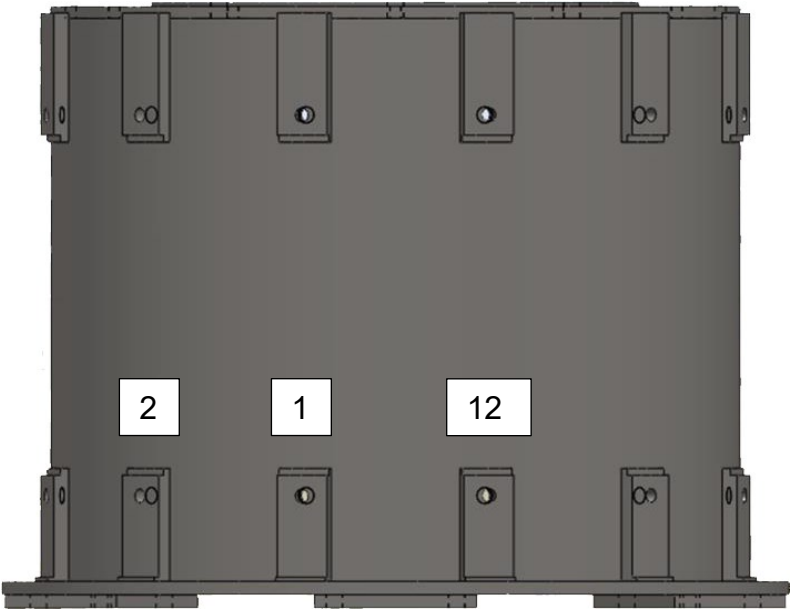

Рисунок 16 – Внешний вид хаба
6) Расположить на ровной площадке хаб рефлектора (см. рисунок 16), на хаб нанесена маркировка «1», «2», ... , «12» для однозначного порядка установки консолей (ребер жесткости).